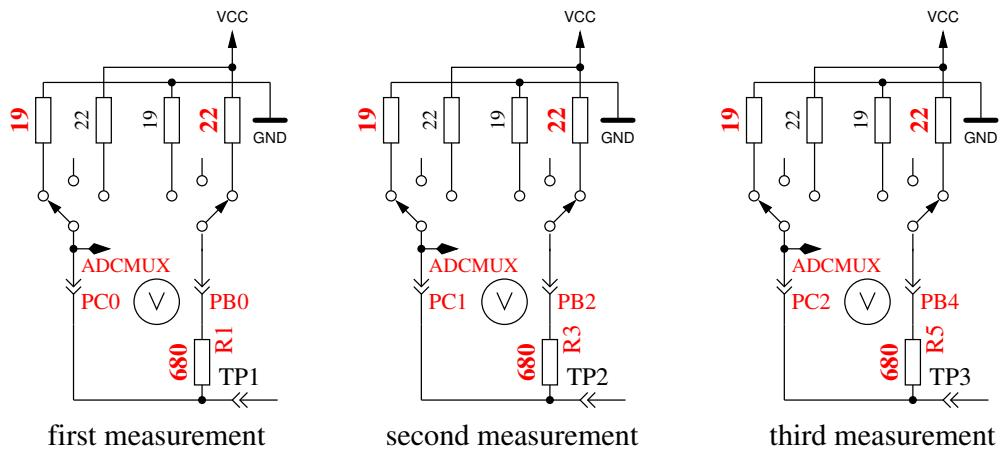

Рис. 5.66. Измерение внутреннего сопротивления порта С подключением выходных контактов к GND
8. **Измерение внутреннего сопротивления порта подключением выходных контактов к GND.** Этот и следующие тесты будут проведены, если выбрана опция AUTO_CAL. Внутреннее сопротивление порта C с выходами, подключенными к GND, измеряется по току через подключенные к VCC ($+5 \text{ V}$) резисторы 680Ω , смотри рисунок 5.66. Могут быть измерены только три вывода порта АЦП. Внутреннее сопротивление портов B (PB0, PB2 и PB4) не может быть измерено без изменения аппаратных средств. Будем считать,